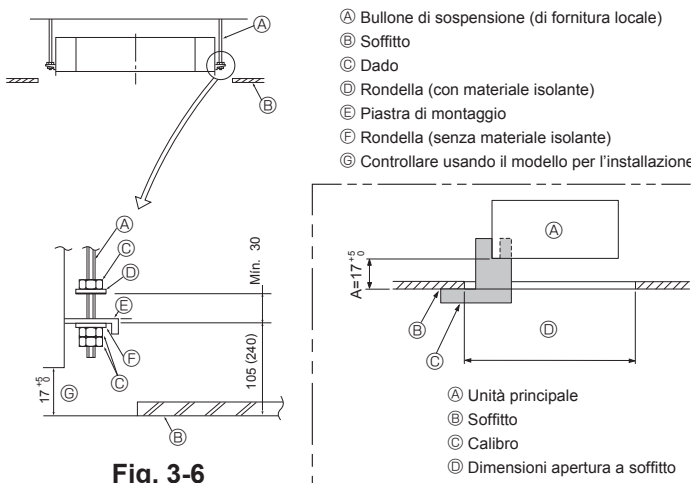

Fig. 3-6
- ① Per strutture di legno
- ② Strutture in cemento armato
3.6. Procedure per sospendere l'unità (Fig. 3-6)